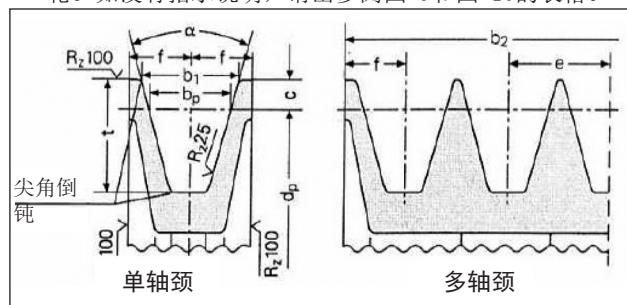

图 9
- 使用皮带制造商说明/建议轴颈尺寸的V型皮带用皮带轮。如没有指示说明，请出参阅图 9和图 10的表格。